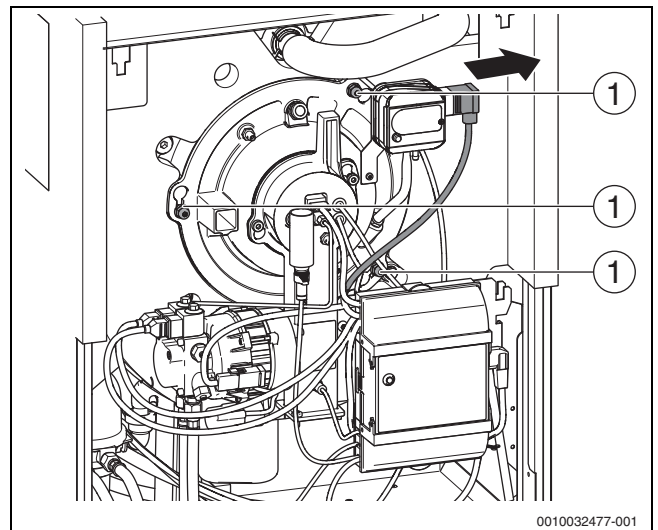

Bild 73 Muttern am Brenner
- ▶ 3 Muttern an der Bajonettbefestigung (→Bild 73) am Brennerflansch lösen.